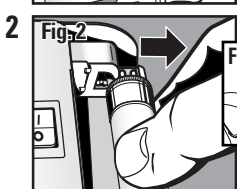
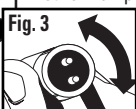
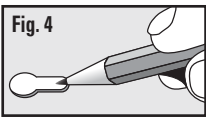

Fig. 2
Fig. 3
Fig. 1
- 2  Retirez l'ampoule du luminaire en plaçant vos pouces sur les extrémités en métal de l'ampoule. Tout en faisant légèrement pression sur l'ampoule, roulez l'ampoule vers vous jusqu'à ce que les chevilles de contact aux extrémités de l'ampoule se dégagent de la douille (Fig. 2). Tirez l'ampoule tout droit pour la faire sortir de la douille et mettez-la de côté pendant le montage.
- 1  Placez le bout de vos doigts au-dessus de la languette de verrouillage sur la face du cache du châssis, appuyez sur le cache et soulevez (Fig. 1 & Fig. 2). **REMARQUE** : vous aurez peut-être besoin de réaliser le retrait un par un avant de pouvoir retirer librement l'ensemble. Une fois que le compartiment des fils sera libre, retirez-le et mettez-le de côté. **REMARQUE** : à l'intérieur, vous trouverez le kit de visserie qui contient toute la quincaillerie nécessaire pour une installation normale.
Retirez l'ampoule du luminaire en plaçant vos pouces sur les extrémités en métal de l'ampoule. Tout en faisant légèrement pression sur l'ampoule, roulez l'ampoule vers vous jusqu'à ce que les chevilles de contact aux extrémités de l'ampoule se dégagent de la douille. Tirez l'ampoule tout droit pour la faire sortir de la douille et mettez-la de côté pendant le montage (Fig. 2 & Fig. 3).
**1 ADVERTENCIA:** Corte el suministro eléctrico en el panel de cortacircuitos o fusibles antes de quitar el aplique de luz viejo (Fig. 1).
Quite el difusor tirando hacia atrás y hacia arriba de su borde superior, usando las puntas de los dedos (Fig. 1).
Quite la bombilla del aplique de luz, colocando los pulgares sobre los extremos metálicos de la bombilla (Fig. 2). Mientras ejerce una presión ligera sobre la bombilla, haga rodar la bombilla hacia usted, hasta que las espigas de contacto ubicadas en los extremos de la bombilla se desacoplen del portalámpara (Fig. 3). Tire de la bombilla directamente hacia fuera del portalámpara y póngala a un lado durante el montaje.
Ponga las puntas de los dedos sobre la lengüeta de fijación ubicada en el frente de la cubierta del chasis, presione sobre la cubierta y levántela (Fig. 1). **NOTA:** Es posible que tenga que desacoplar cada una individualmente antes de que se pueda quitar libremente. Una vez que el compartimiento de cables esté libre, retírelo y póngalo a un lado (Fig. 2). **NOTA:** En el interior encontrará el juego de tornillería que contiene toda la tornillería necesaria para realizar una instalación normal.
- 2  Conecte el cable de alimentación al receptáculo "de entrada de alimentación" ubicado en un extremo del aplique (Fig. 2). Los 2 receptáculos están diseñados para aceptar solamente un enchufe específico (vea las ilustraciones de la página 1). **NOTA:** El cable de alimentación sólo se enchufará correctamente en un extremo; no intente forzarlo para que entre en el receptáculo incorrecto, ya que esto podría causar daños en el aplique de luz. El cable de enlace está equipado con enchufes distintos en cada uno de sus extremos. Similarmente, el cable de enlace se enchufa solamente con la combinación correcta de enchufe y receptáculo. Tienda el cable de línea hasta el tomacorriente más cercano y enchúfelo. Una vez hecho esto, su luz fluorescente estará lista para utilizarse.